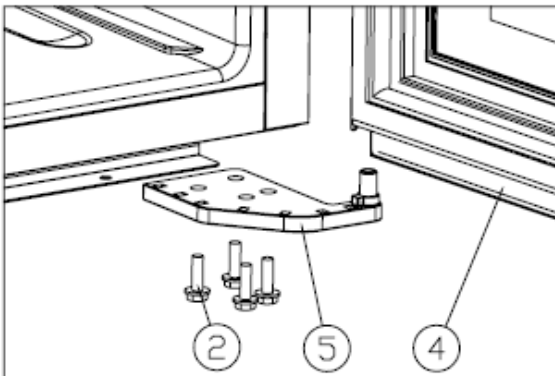

Figure 2
Dévisser les vis M5\*16 (2), démonter la charnière inférieure droite (5). [Figure 2]